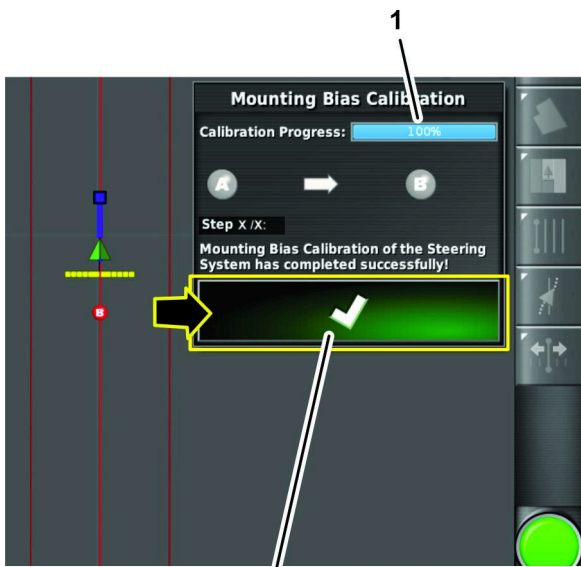

Figura 174
- El cuadro de diálogo que indica Calibration progress 100% (Progreso de calibración 100 %); pulse el icono Confirmar (Figura 174).